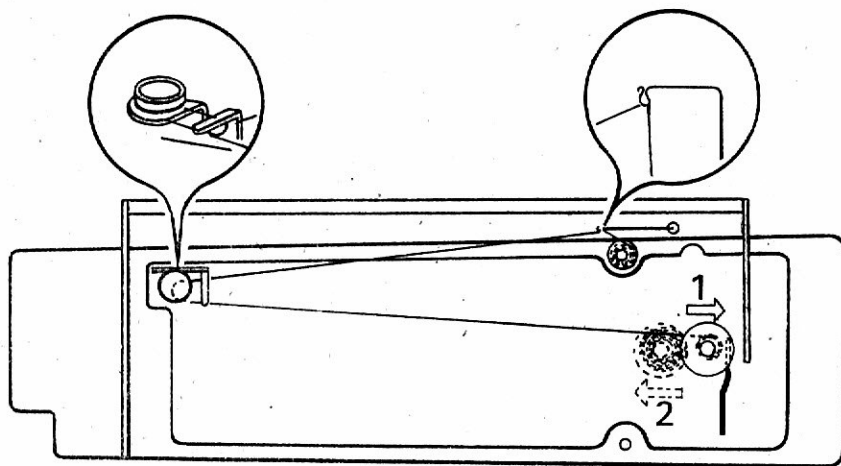
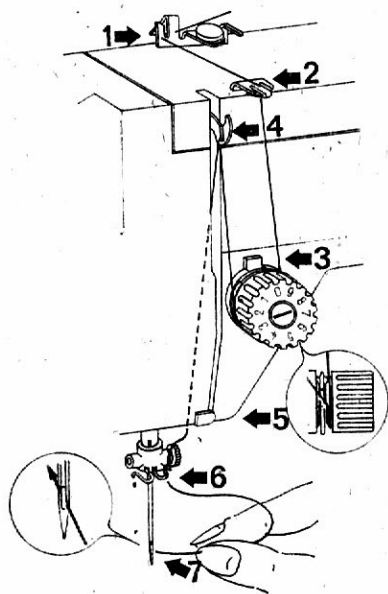

Abb. 14 · Fig. 14 · Afb. 14
Abb. 18 Fig. 18 Afb. 18
- Faden gemäß Abb. 14 einlegen und mehrfach um die Spule wickeln.
- Spuler nach rechts gegen das Handrad drücken (1). Ist die Spule gefüllt, bleibt der Spuler stehen.
- Spuler zurückdrücken (2) und Spule abnehmen
- Mettre en place le fil suivant la fig. 14 et l'enrouler plusieurs fois sur la canette.
- Pousser alors à droite le bobinoir, contre le volant (1). La canette étant remplie, le bobinoir s'arrêtera.
- Repousser le bobinoir (2) et enlever la canette.
- Draad er volgens afb. 14 inleggen en meermaals om de spoel wikkelen.
- Spoeler naar rechts tegen het handwiel drukken (1). Is de spoel vol, blijft de spoeler staan.
**14. Oberfaden einfädeln (Abb. 14 + 18) ★ Enfilage du fil supérieur (Voir fig. 14 et fig. 18) ★ Bovendraad inspannen (afb. 14 + 18)**